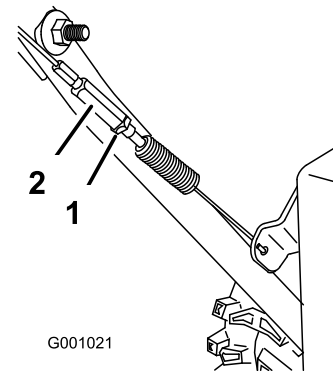

Bild 26
3. Ziehen Sie dann die Klemmmutter fest (Bild 26).